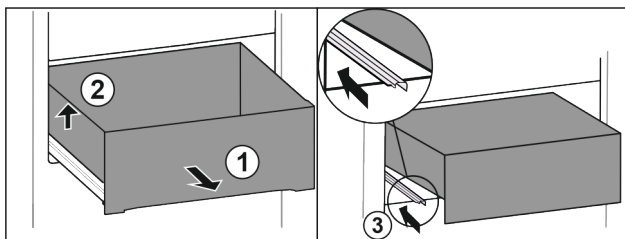

Fig. 127
- Tirer le tiroir jusqu'en butée. Fig. 127 (1)
- Soulever le tiroir sur la gauche. Fig. 127 (2)
- Rentrer le rail de gauche. Fig. 127 (3)